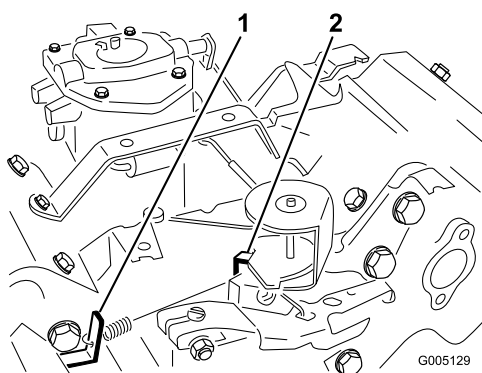

Figure 50
3. Courbez la languette d'ancrage du ressort de ralenti réglé (Figure 50) pour obtenir un régime de ralenti réglé de  $1650 \pm 100$  tr/min. Vérifiez le régime avec un compte-tours.
5. Réglez la manette d'accélérateur en position Haut régime. Pliez la languette d'ancrage du ressort de haut régime (Figure 50) pour obtenir un haut régime de  $2850 \pm 50$  tr/min.